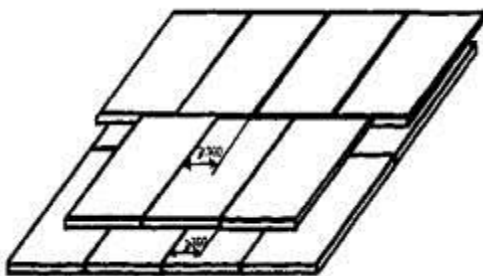

Рисунок 1 - Схема укладки теплозвукоизолирующих пенополистирольных плит
5.45. Керамзитовый песок рассыпают слоями с разравниванием рейкой по выставленным с помощью уровня профилям, начиная от стены, противоположной входу, и последующим уплотнением, а пенополистирольные плиты устанавливают насухо с обеспечением надежного примыкания к основанию и плотности стыков между плитами. Не допускается образование перекрестных швов пенополистирольных плит. При использовании двух и более слоев совпадение швов по вертикали не допускается. В связи с этим рекомендуется укладка слоев со смещением плит не менее чем на 300 мм в поперечном направлении (рисунок 1).